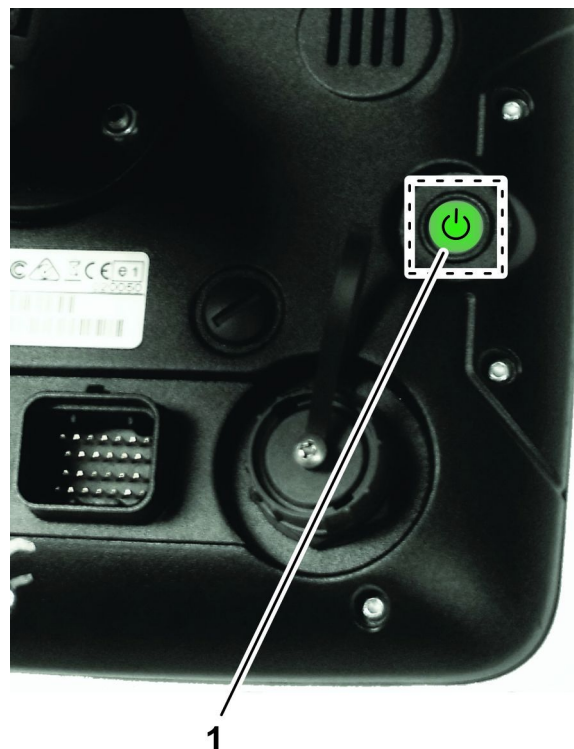

図 10
**注** X25 散布システムを手動でオンにする必要がある場合には、コントロールコンソールの背面にある電源ボタン 図 10を押してください。
**注** 緊急時には、コントロールコンソールの背面にある電源ボタン 図 10でX25 散布システムを停止することができます。